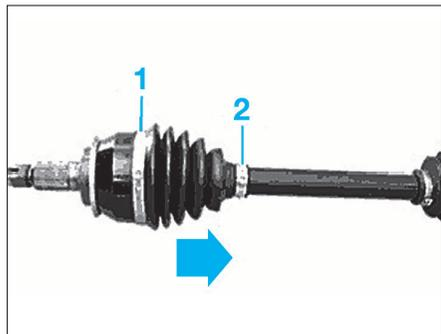

FIG. 10
- Retirer les colliers (1) et (2) (Fig.10).